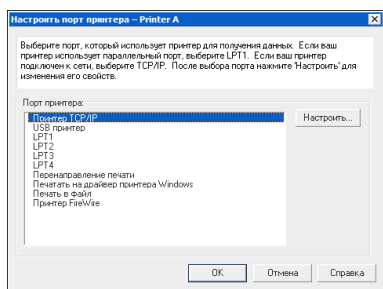

Рис. 3. Настройка порта принтера: TCP/IP
2. Выберите **TCP/IP**, а затем щелкните кнопку **Настроить** (см. рис. 3).